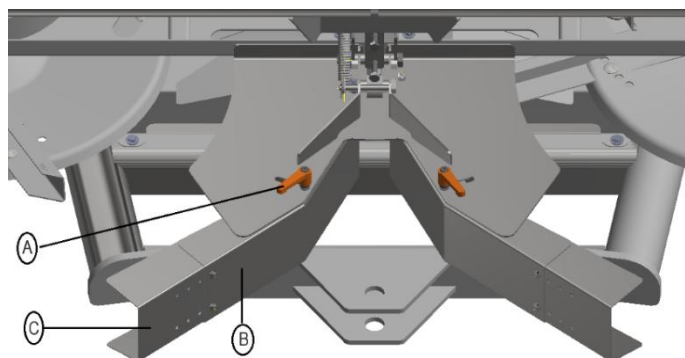

Figure 6.11 - Limiteur d'arête centrale (position de travail)
- Depuis le tracteur, activez le limiteur de bord central, qui doit initialement être en position rétractée, et réglez le volet - **B** - dans la position indiquée sur la figure (*figure 6.11*) ;
Les limiteurs de bord, central et latéral (figures 6.11 et 6.13), permettent de limiter l'épandage à gauche ou à droite de la machine. Sauf indication contraire du client, le limiteur latéral standard sera fabriqué et monté sur le côté droit de la machine, comme indiqué ci-dessus.